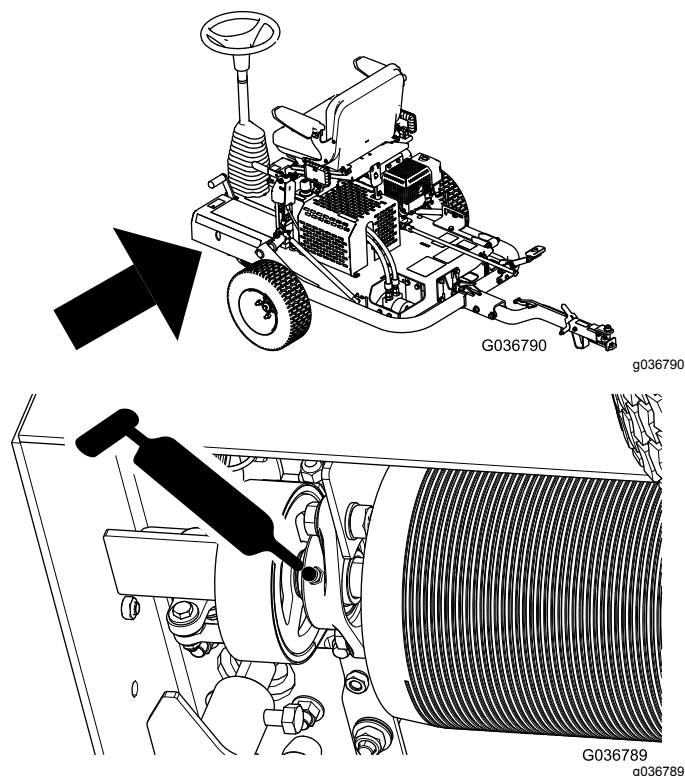

図 29
- 図 29 のようにしてフィッティングからグリスを注入する。